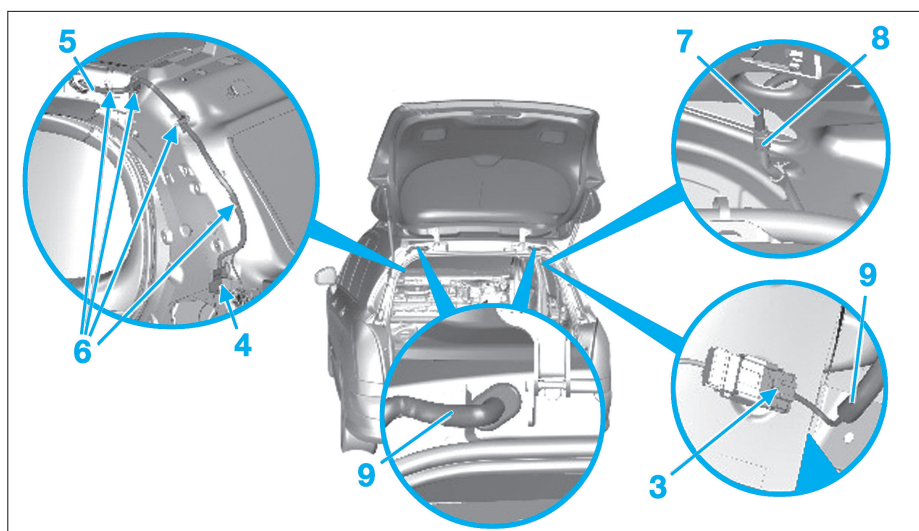

Fig. 179
- Débrancher les connecteurs (3) et (4) (Fig.179).